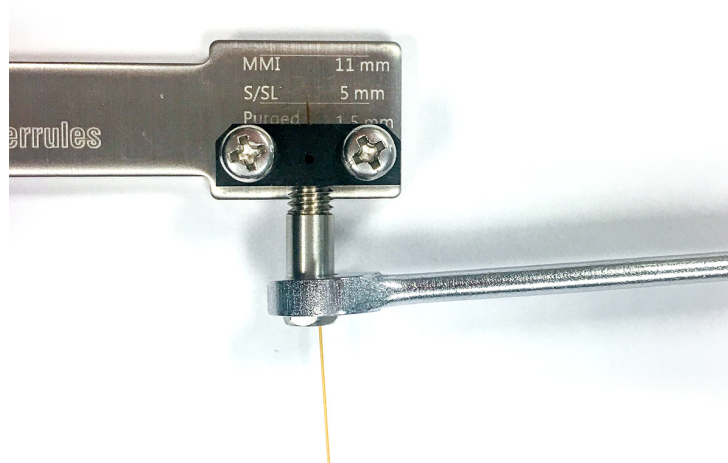

Figura 16. Apertar a porca da coluna
- c Verifique se a anilha está aderida à coluna. Caso esteja, pare. Caso não esteja, continue apertando a porca da coluna em pequenos incrementos de 5 a 15 graus. Faça uma verificação após cada incremento para se certificar de que a anilha está aderindo à coluna. Pare assim que a adesão ocorrer. Consulte **Figura 16**.